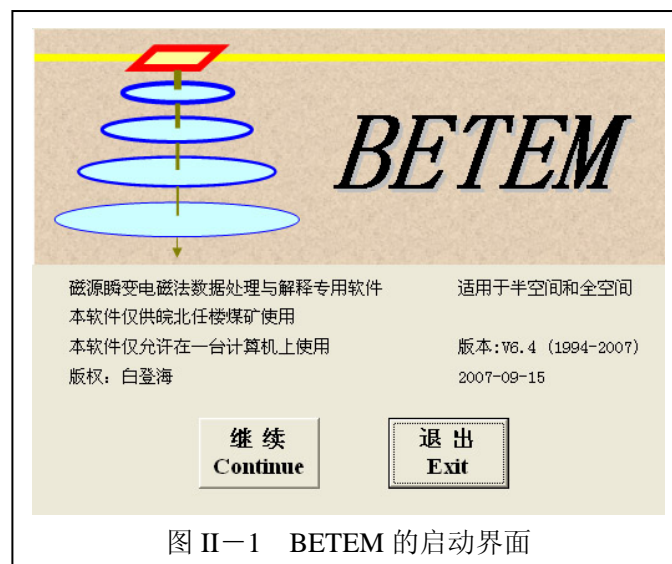

图 II-1 BETEM 的启动界面
2. 登录成功后出现图 II-1 的界面。点击“继续”进入使用，或点击“退出”放弃使用。